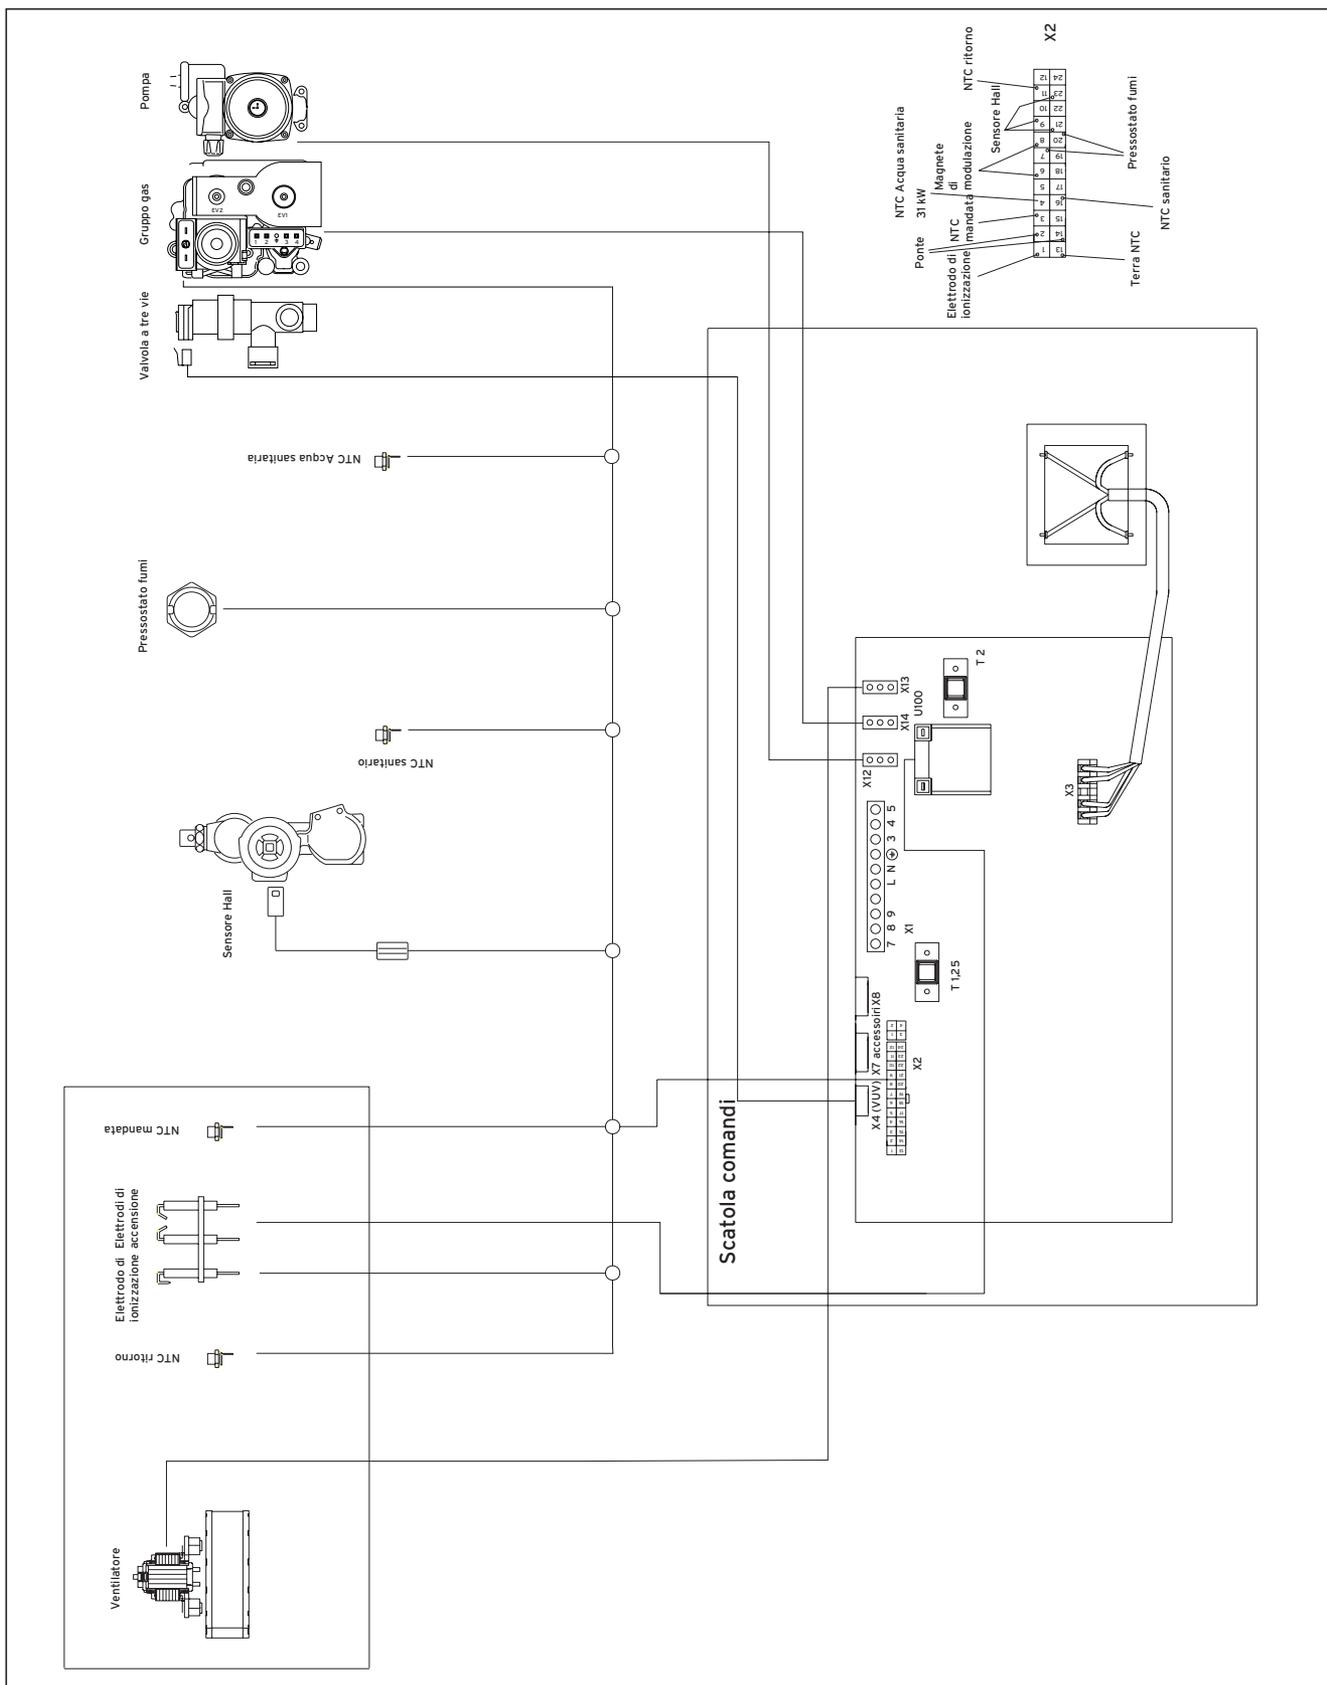

Fig. 3.14 Schema di cablaggio
- Se necessario, allacciare nello stesso modo gli accessori indicati nella fig. 3.14.